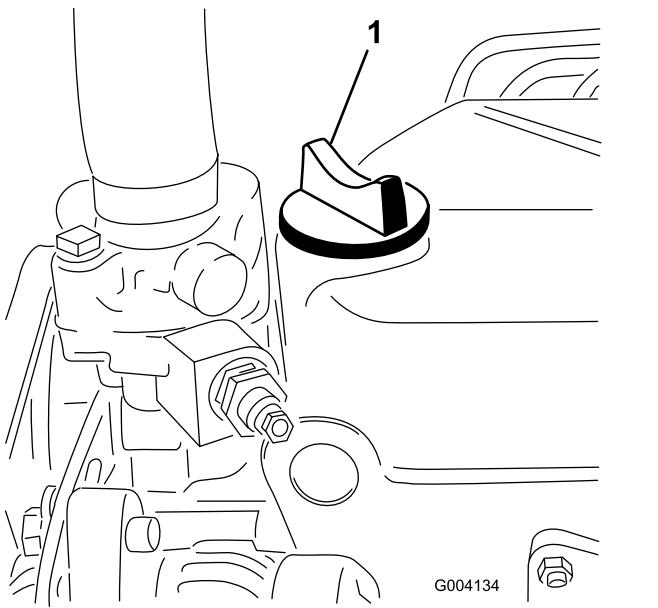

Bild 60
- Wenn der Ölstand unter der VOLL-Markierung liegt, nehmen Sie den Fülldeckel ab (Bild 60) und gießen Sie genug Öl ein, um den Ölstand bis zur VOLL-Markierung am Peilstab anzuheben.